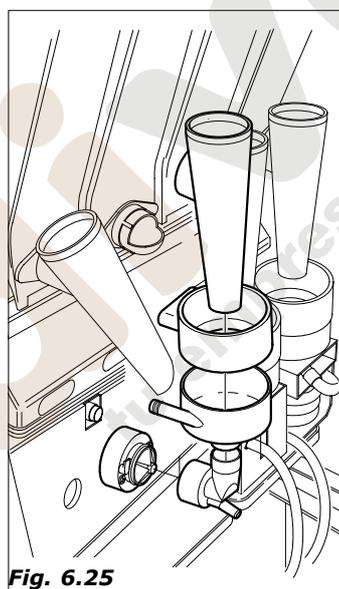

Fig. 6.25
- sumergir también en la solución, los embudos de agua, la cámara de mezcla, las aspas de las batidoras y los tubos de silicona (Fig.6.25)